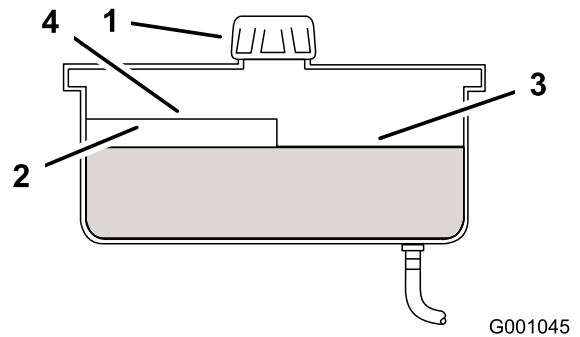

Figure 54
4. Nettoyez la surface autour du bouchon et du goulot de remplissage du réservoir hydraulique (Figure 54).
5. Retirez le bouchon du goulot de remplissage. et vérifiez si le réservoir contient du liquide. (Figure 54).
Remarque: Lorsque l'huile est chaude, le niveau de liquide doit atteindre le haut du repère à chaud sur le déflecteur (Figure 54).